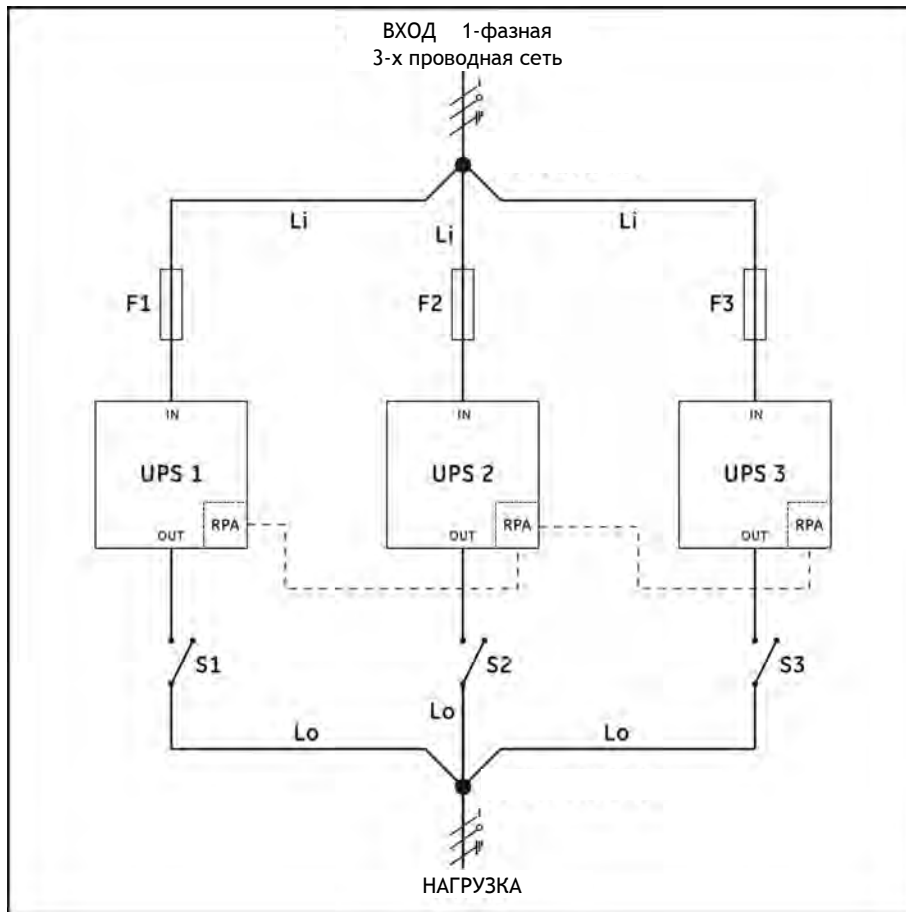

рис. 3.4
2. Выходы всех ИБП должны быть соединены на общую шину нагрузки. Рекомендуется установить размыкатели (S 1,2,3 рис. 3.4) для обеспечения возможности отключения устройства от системы для технического обслуживания.
4. Длина всех входных кабелей от общей шины питания (Li, рис. 3.4) до входов ИБП должна быть одинакова. Аналогичное требование должно выполняться для выходных кабелей - от выходов ИБП до общей шины (Lo, рис. 3.4). Минимальная длина входных и выходных кабелей составляет 3 м.